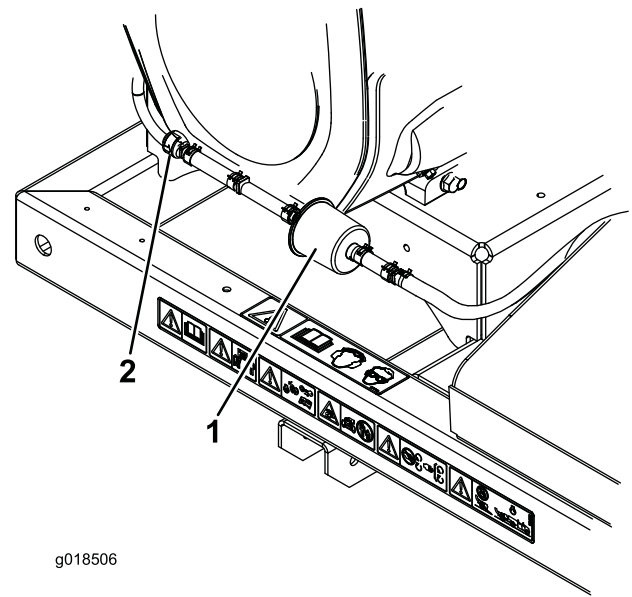

Figura 17
2. Afaste os grampos do tubo do tipo mola em ambos os lados do filtro da linha de purga do recipiente de carbono para longe do filtro (Figura 17).
3. Retire e deite fora o filtro de carbono (Figura 17).
4. Instale um novo filtro no tubo com a seta no filtro a apontar na direcção da válvula de verificação e prenda-o com os grampos de tubo (Figura 17).